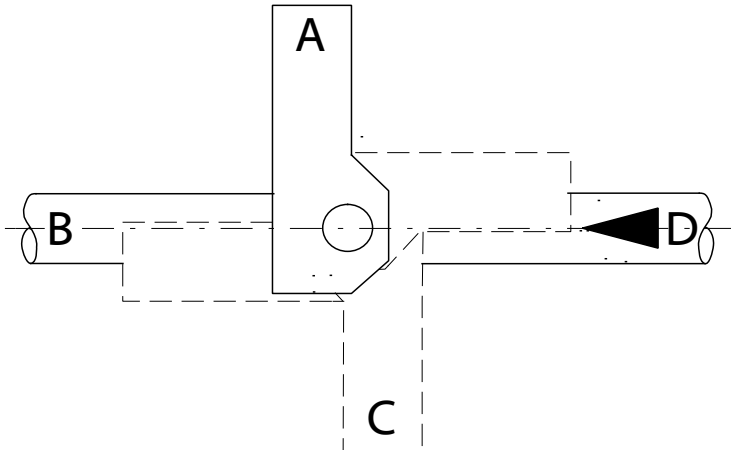

Fig.5-12 Ställdonets monteringslägen
5. Montera ställdonet i önskat läge (position A, B, C eller D) (→ Fig.5-12).